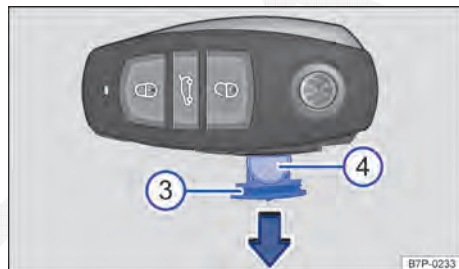

Fig. 40 Puxar o compartimento da bateria para fora da chave do veículo
- Retirar o compartimento de bateria ⇒ Fig. 40  em direção da seta para fora da chave do veículo e remover a bateria .
- Empurrar a bateria no sentido contrário ao da seta ⇒ Fig. 40, para dentro da chave do veículo.